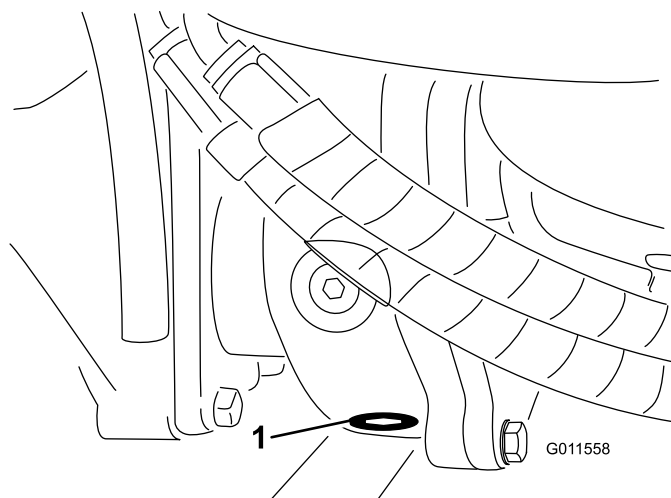

Figure 65
5. Nettoyez la surface autour du bouchon de vidange au bas du boîtier d'engrenages (Figure 65).